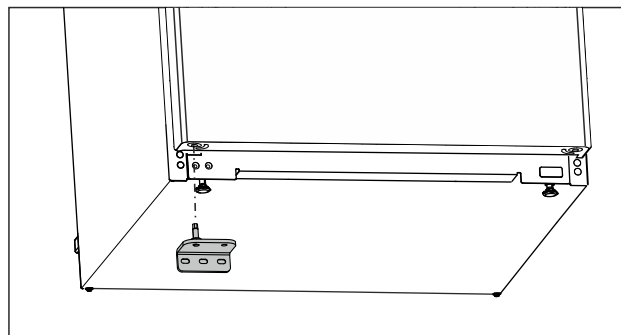

Fig. 20
- ▶ Unteren Lagerbock auf der Gegenseite einsetzen. (siehe Fig. 20)